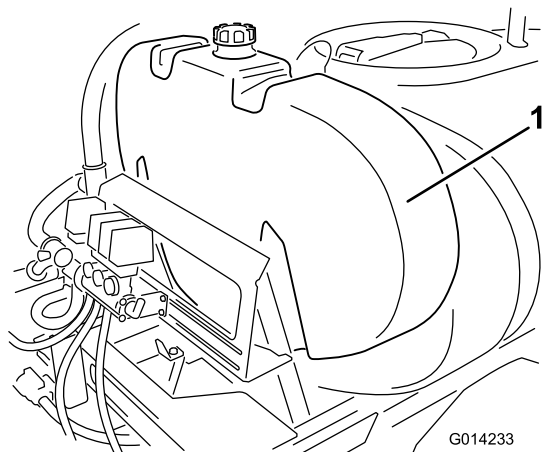

Figure 9
1. Posez le réservoir de rinçage comme montré à la Figure 9.